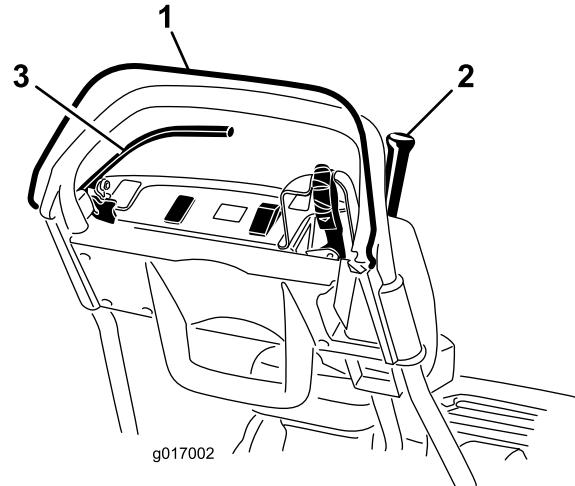

Figura 34
3. Con el control de presencia del operador liberado, intente engranar la palanca de tracción (Figura 34). La palanca de tracción no debe engranarse. Si se engrana, es necesario reparar el sistema de seguridad. Corrija el problema antes de utilizar la máquina; consulte Mantenimiento del interruptor de seguridad de la tracción (página 36).
4. Con el control de presencia del operador presionado y la palanca de tracción engranada, libere el control de presencia (Figura 34). La palanca de tracción debe desengranarse. Si no se desengrana, es necesario reparar el sistema de seguridad. Corrija el problema antes de utilizar la máquina. Consulte Mantenimiento del interruptor de seguridad de la tracción (página 36).
5. Con el control de presencia del operador presionado y la palanca de cambios desplazada a la izquierda, engrane la transmisión del molinete y de la tracción y libere el control de presencia del operador (Figura 34). La palanca de tracción debe desengranarse. Si no se desengrana, es necesario reparar el sistema de seguridad. Corrija el problema antes de utilizar la máquina; consulte Mantenimiento del interruptor de seguridad de la tracción (página 36) o Ajuste del control del molinete (página 40).